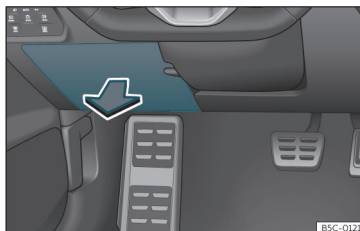

Fig. 47 Sul cruscotto, lato del conducente: coperchio della scatola dei fusibili.
- *Aprire*: abbassare la copertura»» fig. 47.